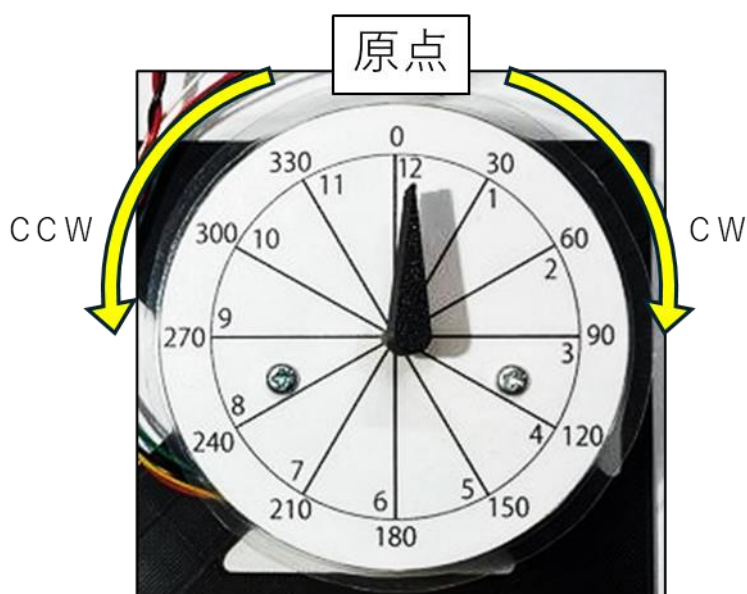

図6 ステッピングモータの回転方向
(9) ステッピングモータの回転方向は、図6に示す通り、シャフトを上から見て、時計回りを正回転(CW)、反時計回りを逆回転(CCW)とする。回転角度は30°間隔とし、回転速度は任意とする。また、プログラム動作前の原点調整は、指針を回転させることで行って良いものとする。